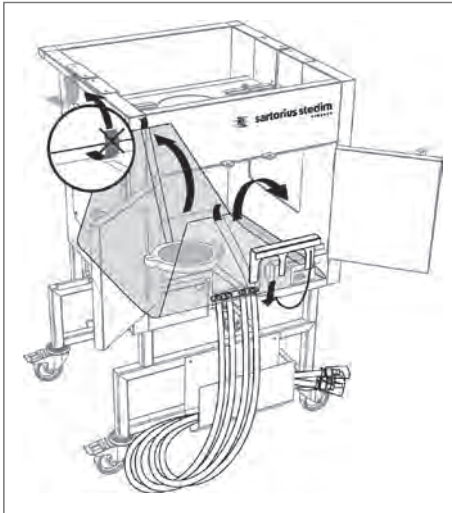

Abbildung 50
10. Ziehen Sie das Klebeband und die Schaumfolie vom Flexel® Bag for LevMixer® ab (siehe Abb. 50). Falten Sie den Bag auseinander und positionieren Sie das System mit den 4 Anschlüssen in der dafür vorgesehenen Vorderklappe und die Schläuche in der Halterung.